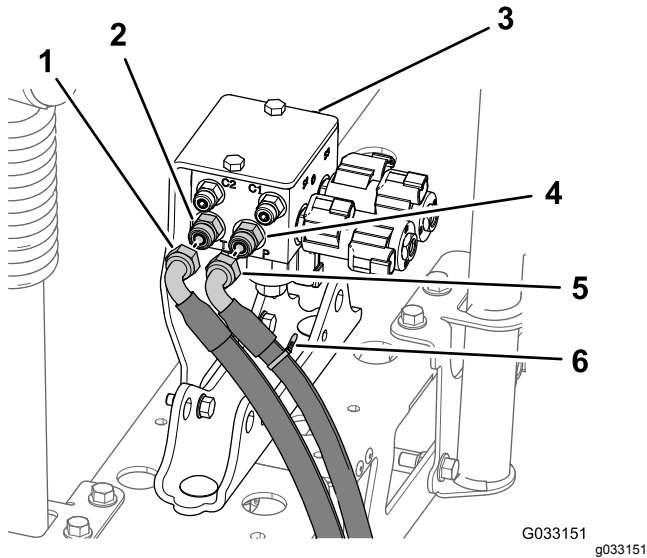

Figura 66
1. Na porta P do coletor de elevação da rampa, marque o tubo hidráulico de pressão com uma braçadeira de cabos (Figura 66).
2. Desligue os tubos de pressão hidráulica e retorno do coletor de elevação da rampa (Figura 66).